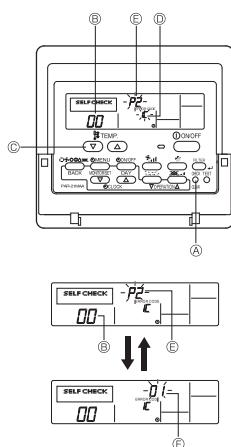

Fig. 7-3
7.3.1. สำหรับรีโมทคอนโทรลแบบมีสาย (Fig. 7-3)
- ① เปิดสวิตซ์
- ② กดปุ่ม **[CHECK]** สองครั้ง
- ③ ใช้ปุ่ม **[TEMP]** ตั้งค่า试探ว่าความเย็นมากให้การควบคุมระบบ
- ④ กดปุ่ม **[ON/OFF]** เพื่อปิดการตรวจสอบตัวเอง